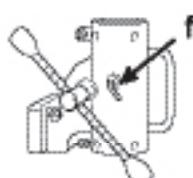

Fig. 7
5. Bloccare l'alloggiamento alimentatore alla colonna di foratura con la manopola di bloccaggio sul lato (f) (fig. 7) dell'alloggiamento alimentatore.
5. Den Bohrwagen an der Bohrsäule mit dem Verriegelungsknopf (f) auf der Seite des Gehäuses sichern (Abb. 7).
5. Attacher le carter d'alimentation sur le pilier de forage à l'aide de la poignée de verrouillage sur le côté (f) (Fig. 7) du carter d'alimentation.
5. Zeker het toevoerhuis op de boorkolom met de borgknop aan de zijkant (f) (Fig. 7) van het toevoerhuis.